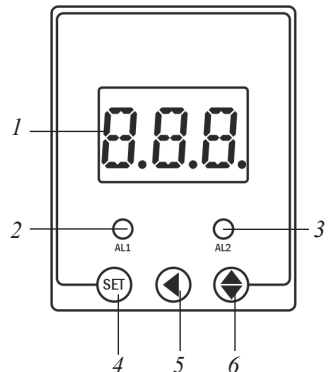

Рис. 1 – Элементы прибора
3.1. После включения питания прибор перейдет в режим измерения. На индикаторе 1 (рис. 1) будет отображаться текущее значение температуры.